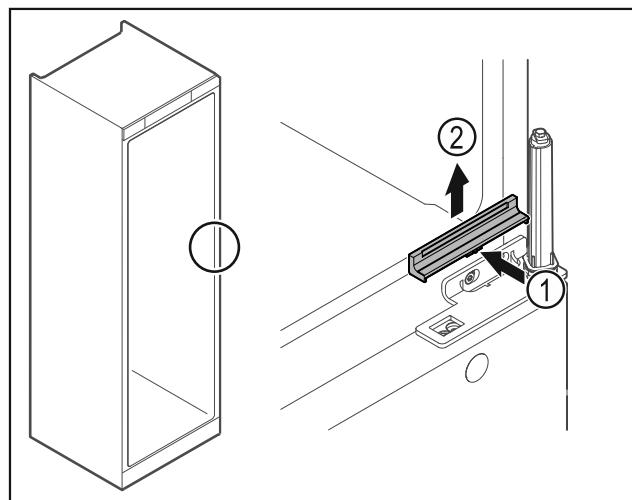

Fig. 31
- Кришку Fig. 31 (1) трохи натиснути в центрі та зняти рухом вгору Fig. 31 (2).